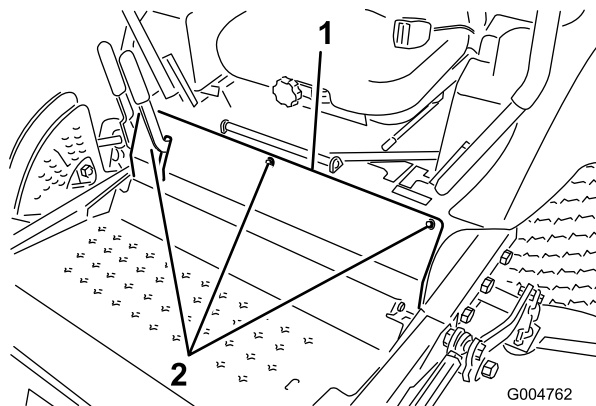

図 64
- 前パネルを止めているボルトを外して前パネルを外す（図 64）。